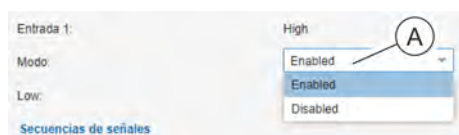

Fig. 117: Activar o desactivar entrada o salida
2. ➤ En el cuadro de selección (Fig. 117/Ⓐ), ajuste el valor a "Enabled" (para su activación) o a "Disabled" (para su desactivación).